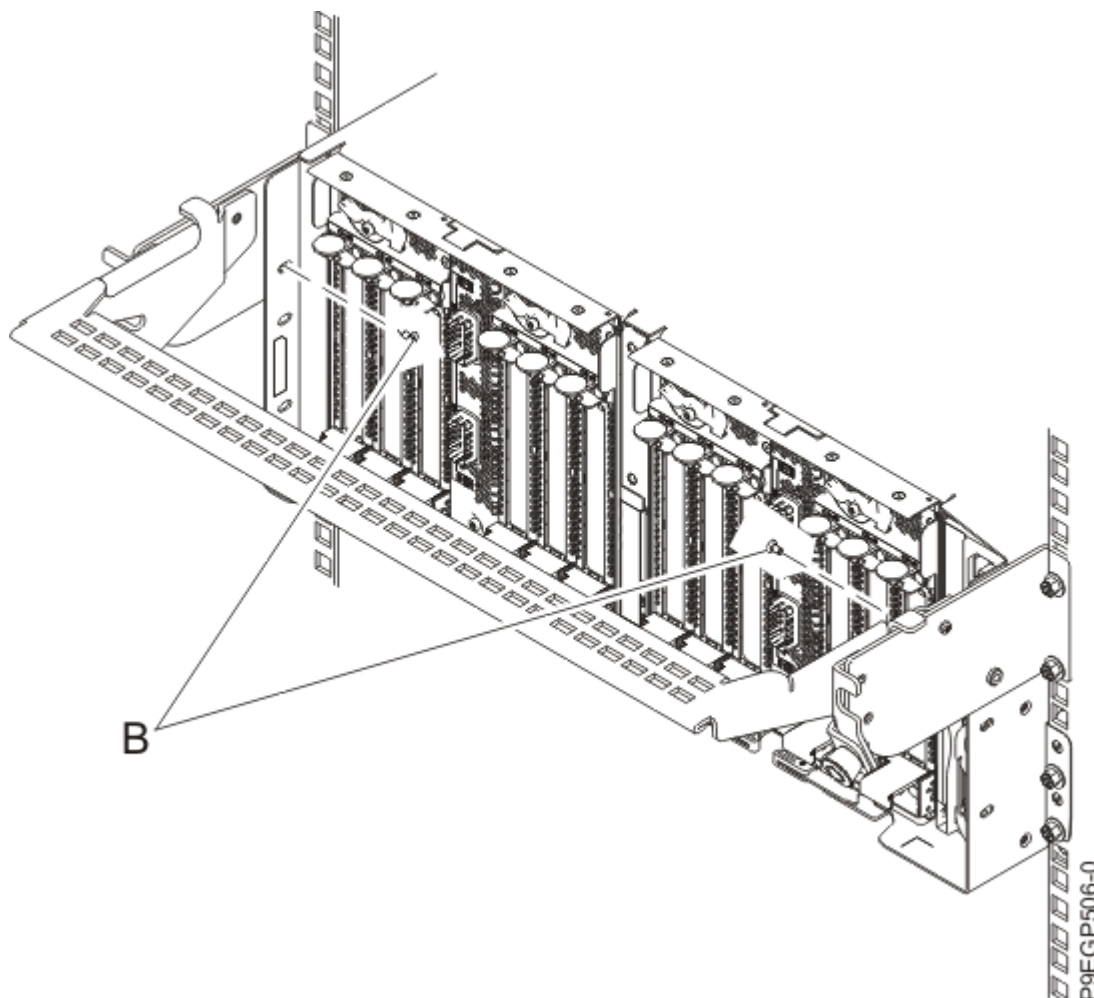

Figure 14 : Installation des vis de fixation
12. Pour fixer le tiroir à l'armoire, installez les deux vis de fixation **(B)**, comme illustré dans la Figure 14, à la page 18.